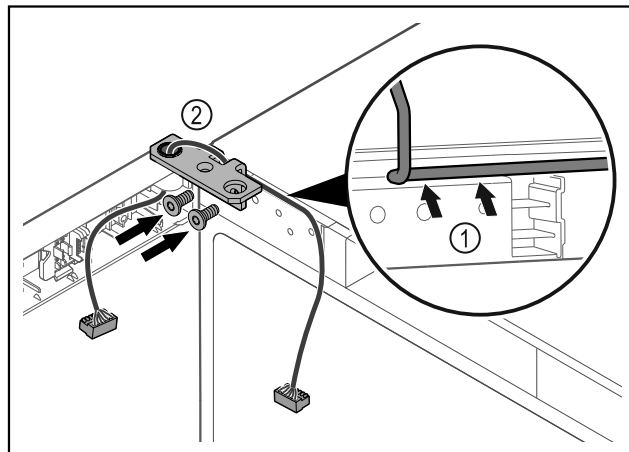

Fig. 44
- ▶ Kabel door de uitsparing van de scharnierhoek leiden en voorzichtig monteren Fig. 44 (1).
- ▶ Scharnierhoek Fig. 44 (2) vastschroeven.